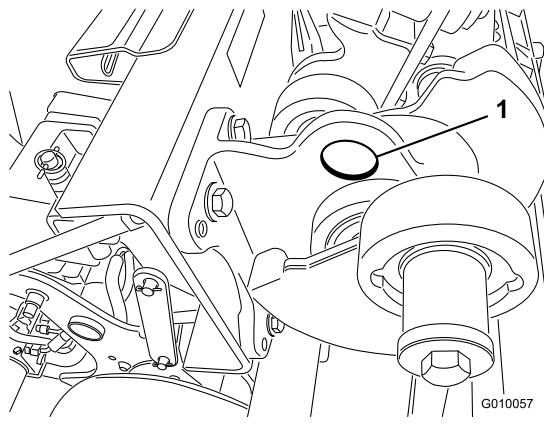

図 42
**注** ホイストがある場合には、機体の後部をホイストで吊り上げてください。その場合、コアリング・ヘッドのベアリング・ハウジングについているアイを吊り上げポイントとして利用します（図 42）。